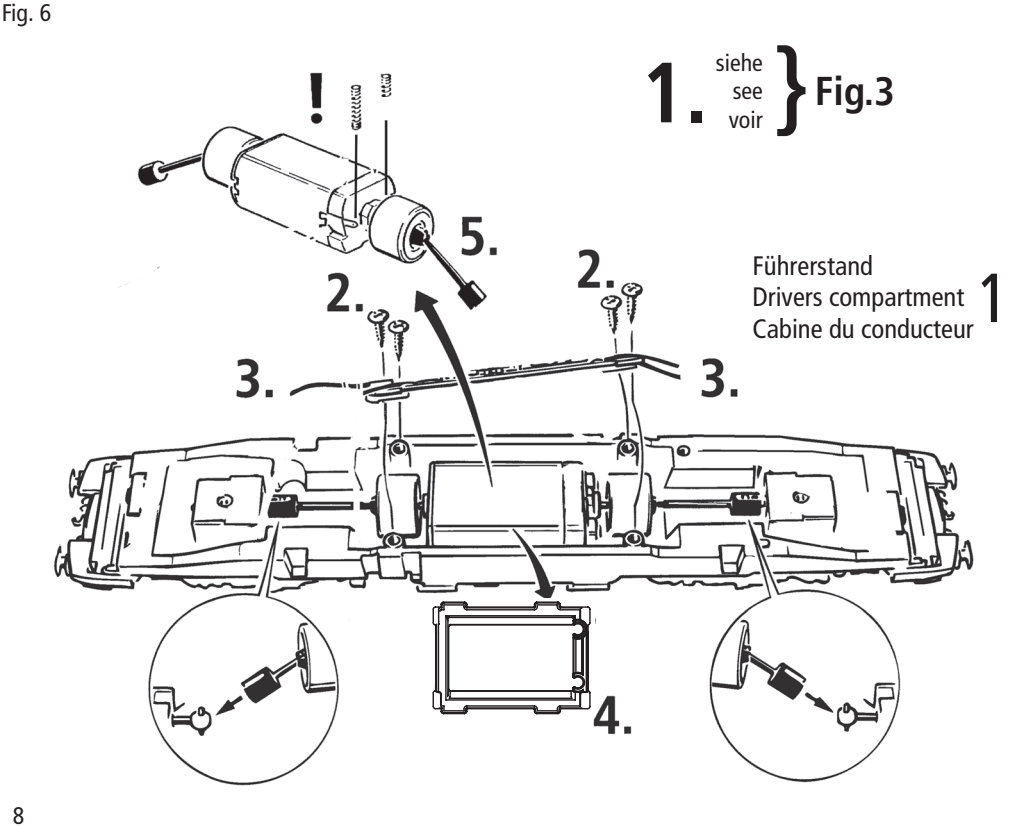
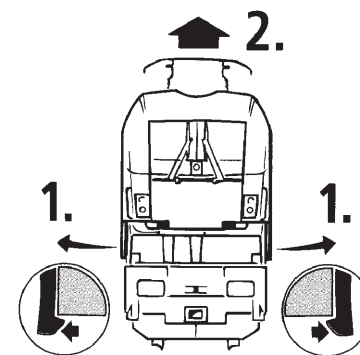

Fig. 7
Fig. 4
1. Reinigung der Radstromkontakte: Radstromkontakte können auf unsauberen Schienen leicht verschmutzen. Entfernen Sie **vorsichtig** mit einem kleinen Pinsel **den Schmutz** an den in Fig. 4 gekennzeichneten Stellen.
3. Haftreifenwechsel: Zuerst den Getriebedeckel abnehmen (Fig. 4). Danach den **Radsatz** herausnehmen und die **Haftreifen** mit einer Nadel od. mit einem feinen Schraubendreher abziehen (Fig. 7). Beim Aufziehen der neuen Haftreifen darauf achten, dass diese sich nicht verdrehen.
1. Cleaning of wheel contacts: Wheel contacts easily get dirty on tracks which are not entirely clean. Use a small brush to **remove dirt** from spots marked in fig. 4.
3. Change of traction tyre: Remove the gear cover (fig. 4). Take out **wheel set** and remove **traction tyre** using a pin or a fine screwdriver (fig. 7). When pressing on the new traction tyre please **avoid twisting it**.
3. Échange des bandages d'adhérence: Démontez d'abord le **couvercle du carter des engrenages** des engrenages (fig. 4). Déloguez ensuite les essieux bandagés et enlevez, à l'aide d'une aiguille ou d'un tournevis fin, les bandages d'adhérence (fig. 7). Lors du montage des nouveaux bandages veuillez veiller à ce que les bandages **ne soient pas tordu**.